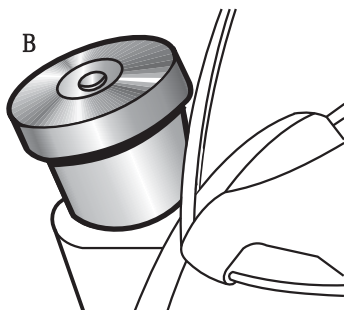

图 5-12 柴油机正时齿轮室加油口盖
检查柴油机油底壳油量见图 5-12。
拔出油尺①, 检查油面高度是否在上下刻线之间。若油面达不到下刻线, 应取下柴油机正时齿轮室盖上的加油口盖②(见图 5-12)进行加油。